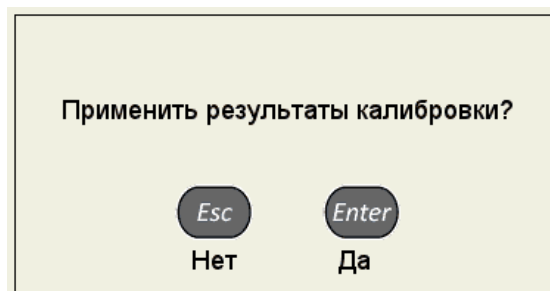

Рисунок 36
– нажать клавишу Enter . Откроется подтверждающее окно (рисунок 36).